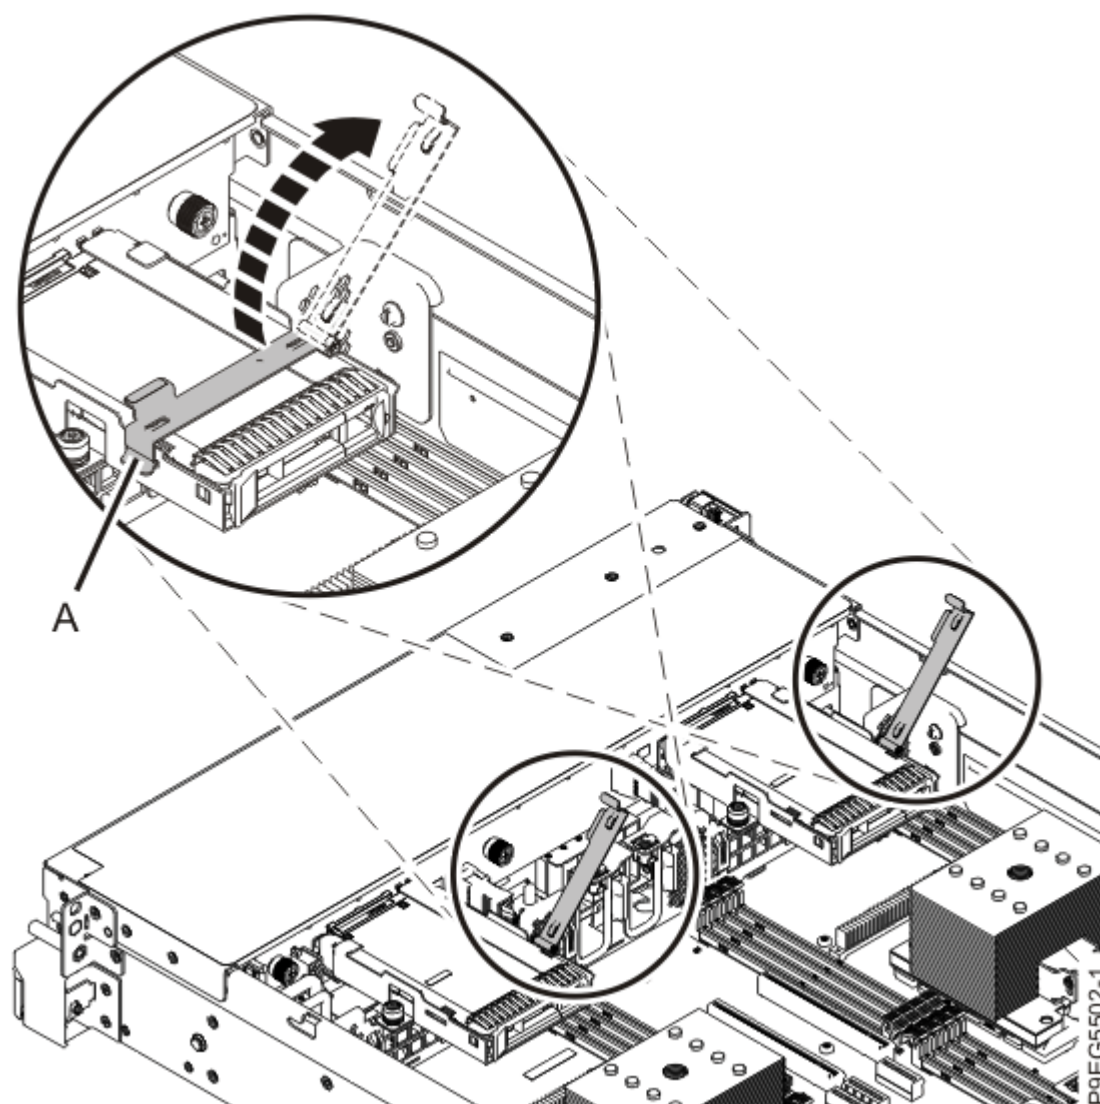

Figura 6. Apertura del receptáculo de la unidad
a) Abra el receptáculo de la unidad de **(A)** tal como se muestra en la Figura 6 en la página 9.